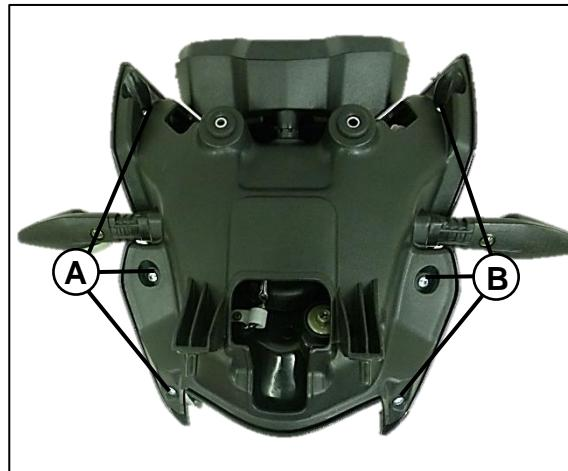

Fig. 04
Retire los 6 tornillos de estrella ubicados en la zona (A) y (B). **Fig. 04**